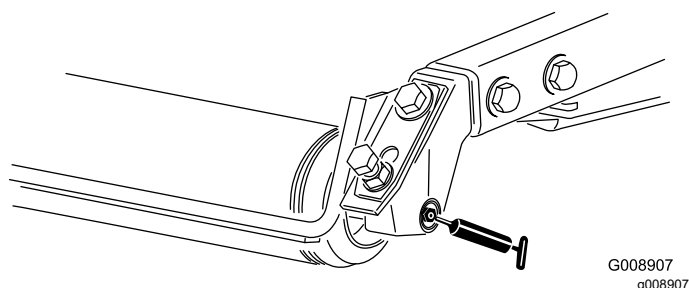

Figure 73
- Roulements de rouleau arrière (2 par unité de coupe) – Figure 73